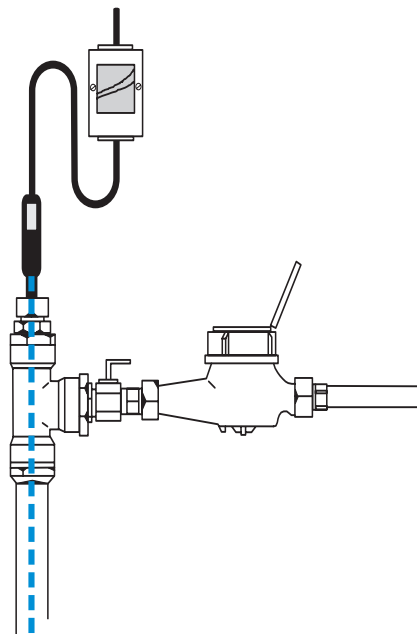
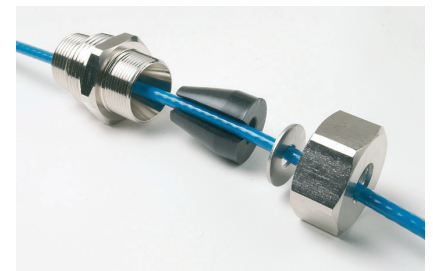

Bild 10
Bild 11
3. Kabeln installeras inne i röret, se bild 10. En särskild rörkoppling (3/4" + 1", 10 bar vid 23 °C) krävs för anslutning av värmekabeln till röret, se bild 11.